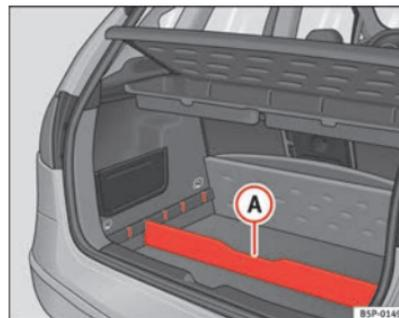

Abb. 106 Trennelement des Gepäckraumbodens ▶
- Das Trennelement **A** ⇒ Abb. 106 je nach Größe der zu transportierenden Gegenstände in die seitlichen Schlitzlöcher einsetzen. Unter dem Fach befinden sich das Bordwerkzeug und das Reserverad.